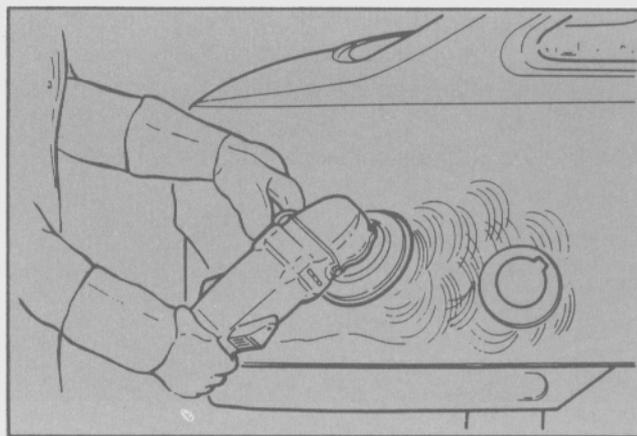

Fig. 17
- Retirar primero la pintura de la zona dañada hasta dejar el metal al descubierto (Fig. 17).